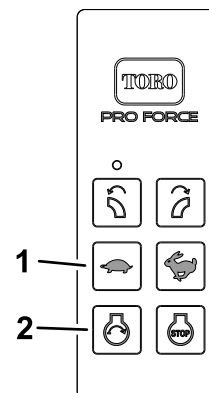

Figura 23
2. Para colocar o interruptor da luz em LIGAR ou DESLIGAR, pressione os botões do comando remoto (Figura 23) na sequência seguinte: